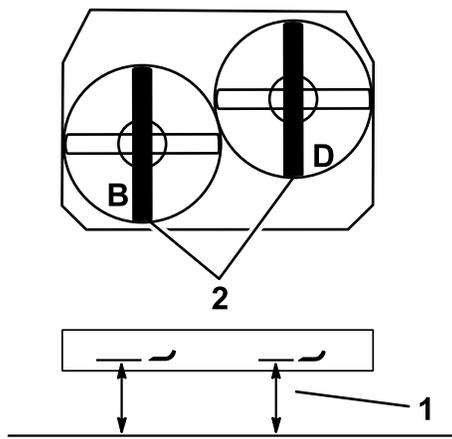

Figura 81
- Mida la cuchilla izquierda en la posición **B** desde una superficie nivelada hasta el filo de corte de la punta de la cuchilla, y anote esta medida (**Figura 81**).
- Mida la cuchilla derecha en la posición **D** desde una superficie nivelada hasta el filo de corte de la punta de la cuchilla, y anote esta medida (**Figura 81**).
**Nota:** La medida de la posición **B** no debe variar en más de 3 mm de la medida de la posición **D** (**Figura 81**). Si no es correcta la distancia, continúe con los pasos siguientes.